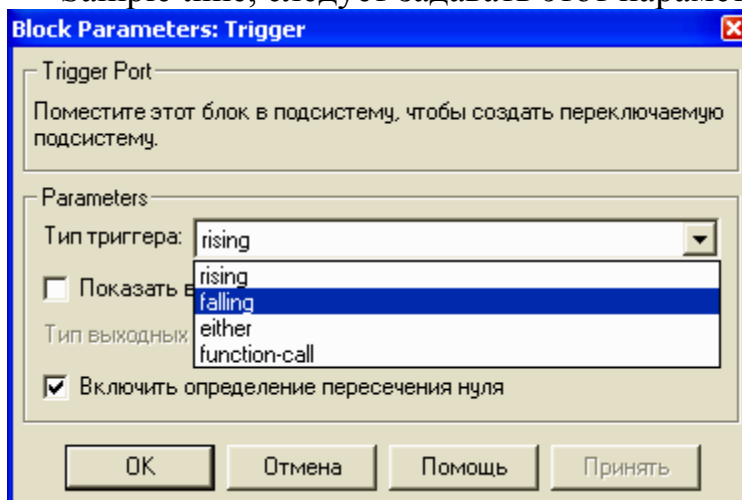

Рис. 1.21. Параметры блока Trigger
- возможны различные виды обозначения входного порта управляющего сигнала (рис. 1.21);